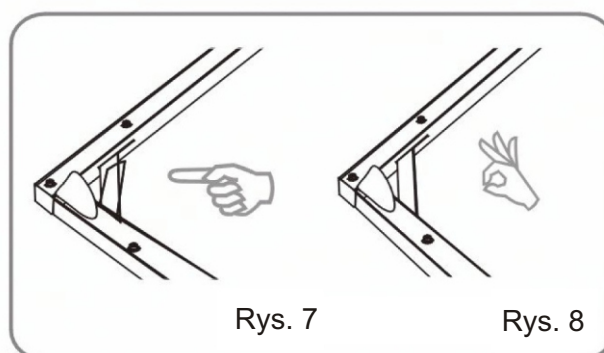

Rys. 5
2. Rozkładaj ramę tak, aby dało się słyszeć zatrzaskiwanie blokad na zawiasie każdego z przegubów. Powtórz ten sam krok dla krótszych odcinków ramy (Rys. 5 + 6).